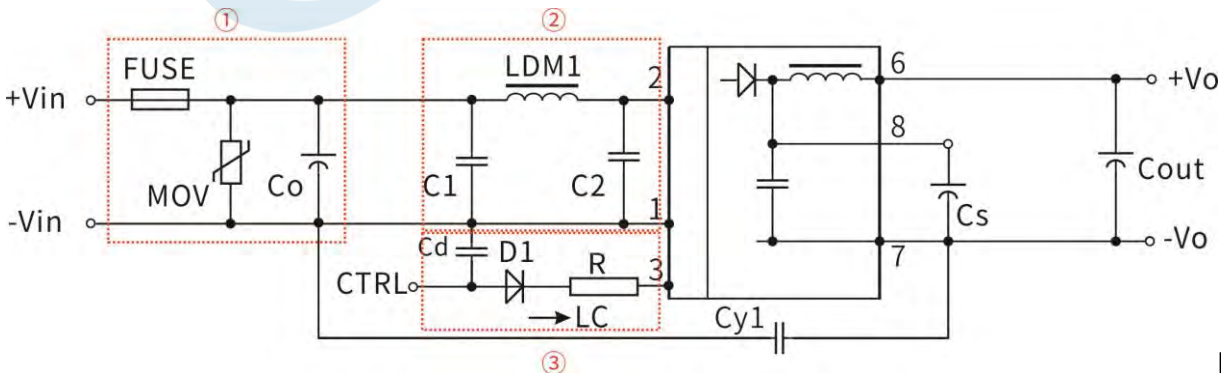

图 3
② 图 3 中第①部分用于 EMS 测试; 第②部分用于 EMI 滤波, 可依据需求选择;
② VC 为 Ctrl 端相对于输入地 GND 的电压, VD 为 D1 的正向导通压降, IC 为流入 Ctrl 端的电流, 一般取 5-10mA, Ctrl 端外围电路如图 3-③;
③若图中元器件无附其参数说明, 则此型号外围中不需要这个元器件。